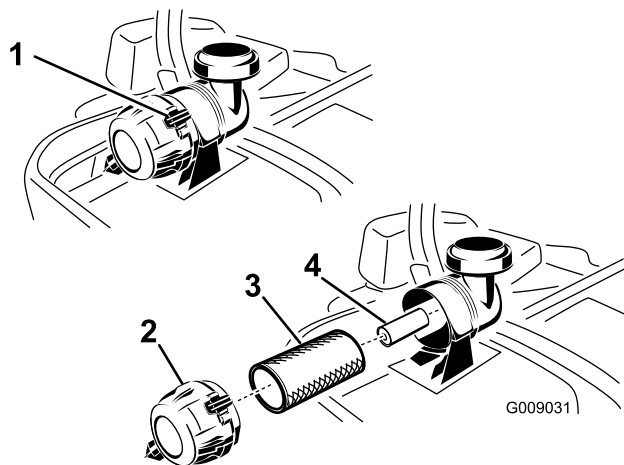

Figura 41
3. Premere verso il basso per rilasciare i dispositivi di fermo sul filtro dell'aria e togliere il coperchio dal corpo del filtro (Figura 41).
5. Estrarre con cautela il filtro primario dal corpo del filtro dell'aria (Figura 41). Non urtare il filtro contro il corpo.
1. Non pulite il filtro primario di carta, sostituitelo (Figura 41).
2. Se sostituite il filtro secondario, inseritelo con cautela nel corpo del filtro (Figura 41).
3. Montate con cautela il filtro primario sul filtro secondario (Figura 41). Premete sul bordo esterno del filtro mentre lo inserite, per accertarvi che venga inserito a fondo.
di fermo bloccino il coperchio nella corretta posizione (Figura 41).